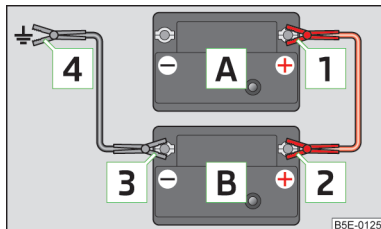

Fig. 184
- Conectar el borne **1** al polo positivo de la batería descargada **A** » fig. 184.